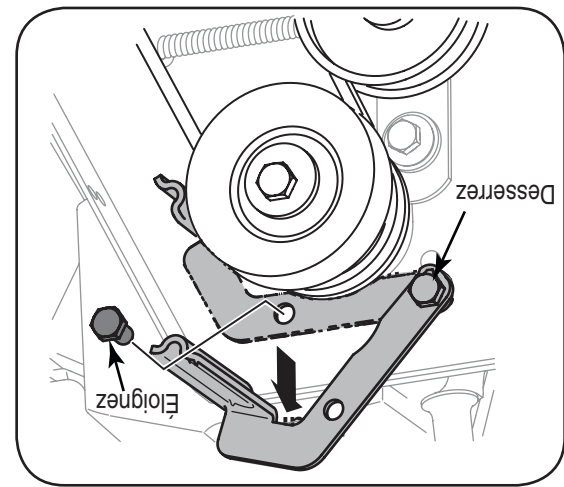

Figure 6-5
3. a. Desserrez le boulon, représenté à la Figure 6-5, qui maintient le support du guide de courroie, puis retirez l'autre boulon.
- b. Éloignez le guide de courroie et le support de la poulie motrice. Voir la Figure 6-5.